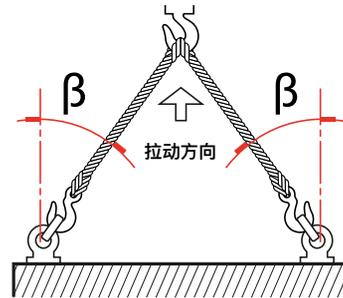

图 7.1 吊装（最大尺寸为 161 的单作用执行器）
- 对于单作用执行器，如图 7.1 所示将双链吊索挂在吊耳上